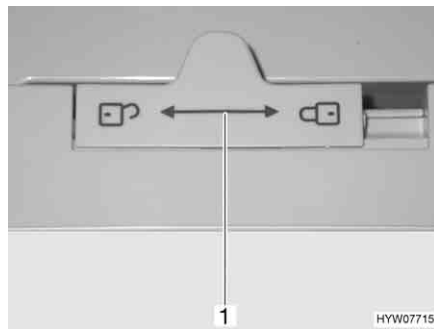

Bild 190 Verriegelung der Kühlschranktür (Dometic 7er-Reihe)
- Verriegelung (Bild 190,1) nach links "🔓" schieben.
- Verriegelung (Bild 190,1) ganz nach rechts "🔒" schieben.